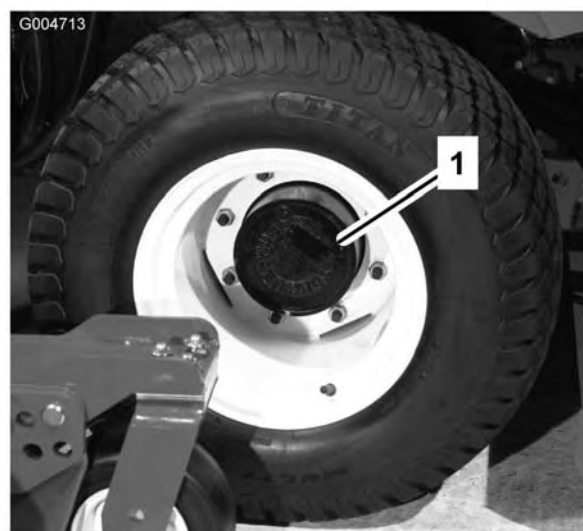

Figura 57
1. Con la macchina parcheggiata su una superficie piana, posizionate la ruota in modo che il tappo di controllo/riempimento (Figura 57) si trovi nella posizione inferiore.